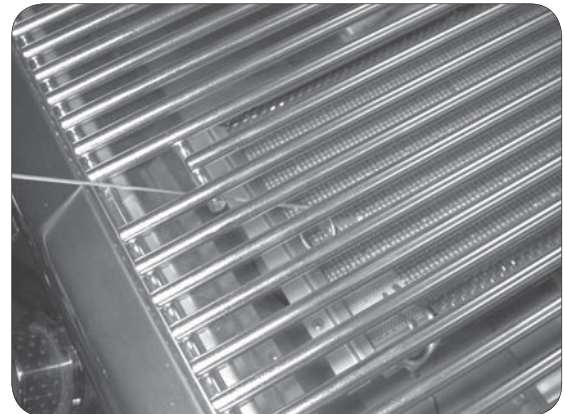

Fig. 20-2 - Éclairage manuel
**ATTENTION:** Attendez toujours cinq (5) minutes le gaz pour se dégager après que n'importe quelle tentative non réussie d'éclairage.
2. Insérez un allumeur brûlant de butane de long-baril, une allumette brûlante de long-tige, ou une allumette brûlante tenue par un support de prolongation de fil par la grille à cuire s'ouvrant au dessus du brûleur (fig. 20-2).
4. Si le brûleur ne s'allume pas, enfoncez immédiatement le bouton et tournez la valve à AU LOIN. ATTENDEZ CINQ (5) MINUTES avant de répéter les étapes 2 à 4 des instructions manuelles d'éclairage.